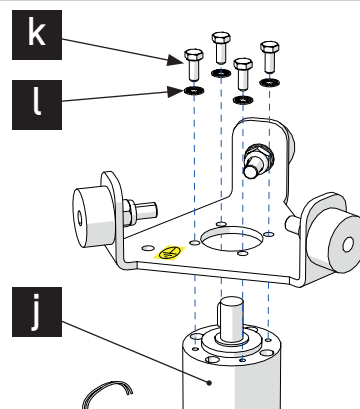

Fig. 31 - Motorbyte (Borttagning moter)
9. Skruva loss de fyra skruvarna (k) och ta bort brickorna (l) för att ta bort motorn (j) (fig. 31);